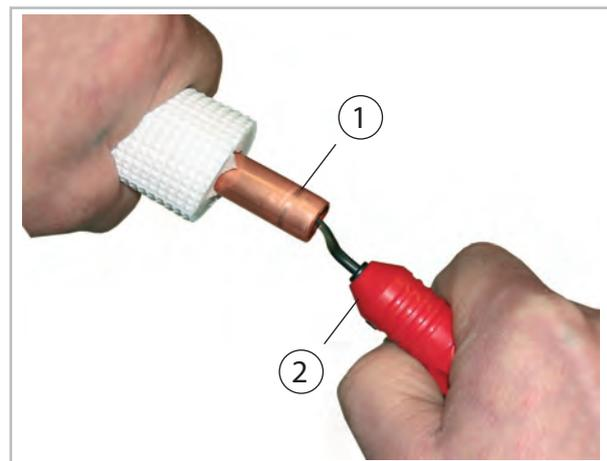
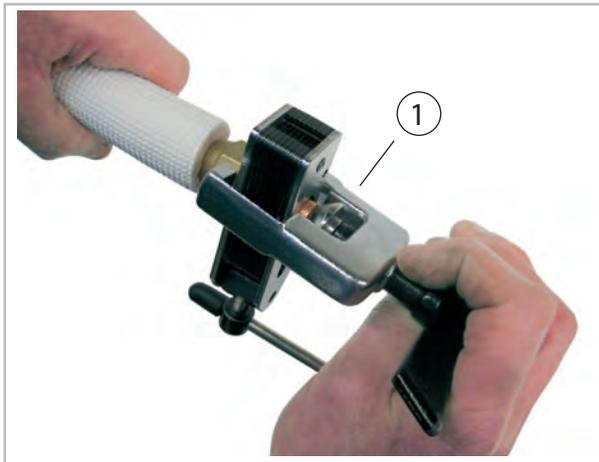

Abb. 36: Entgraten der Kältemittelleitung
Abb. 37: Bördeln der Kältemittelleitung
8. ▶ Bearbeiten Sie die verlegten Kältemittelleitungen wie im Folgenden dargestellt (Abb. 36 und Abb. 37).